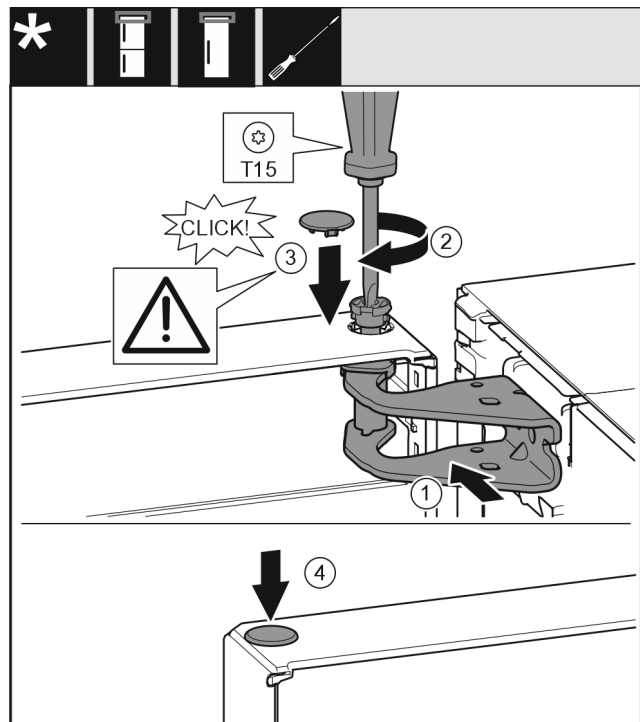

Fig. 26
- Tür oben zur Öffnung im Lagerbock ausrichten. Fig. 26 (1)
- Bolzen Fig. 26 (2) einsetzen und mit Schraubendreher festschrauben.
- Sicherungsabdeckung Fig. 26 (3) zur Sicherung der Tür montieren: Sicherungsabdeckung einsetzen und kontrollieren ob sie auf der Tür aufliegt. Ansonsten Bolzen vollständig einsetzen.
► Stopfen Fig. 26 (4) einsetzen.